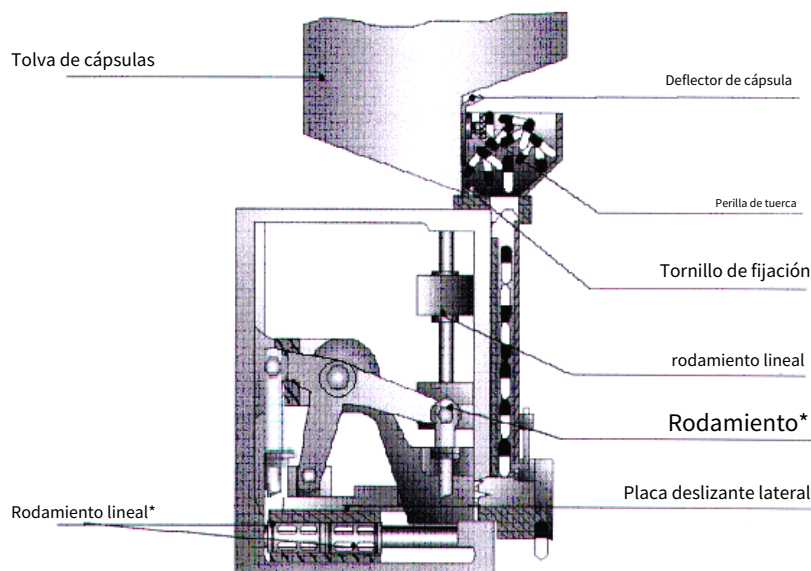

Fig. 12 Unidad de alimentación
5.2.1 Ajuste de la salida de la tolva de cápsulas (consulte la Fig. 12)